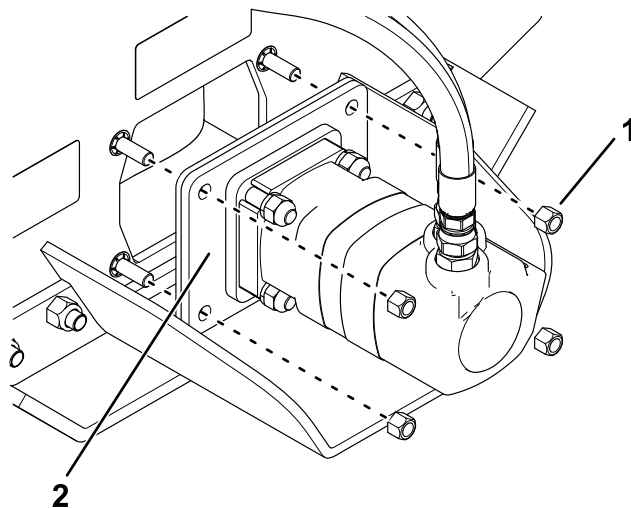

Рисунок 8
4. Отверните 4 гайки ($\frac{9}{16}$ дюйма), которые крепят монтажную опору гидромотора (Рисунок 8). Снимите монтажную опору с гидромотором.
2. Используя 4 гайки ($\frac{9}{16}$ дюйма), установите монтажную опору ротора и гидромотор (Рисунок 8). Затяните гайки с моментом от 127 до 157 Н·м.